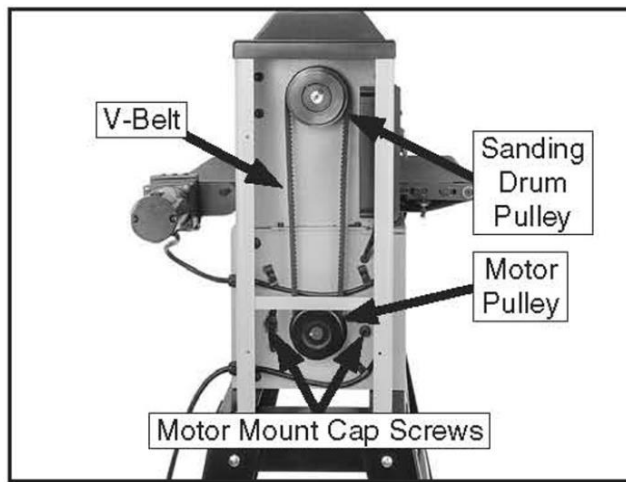

Рисунок 38 Система ременной передачи
5. Ослабьте установочные винты шкива двигателя и установочные винты шкива шлифовального барабана и выровняйте оба шкива (см. Рисунок 38).